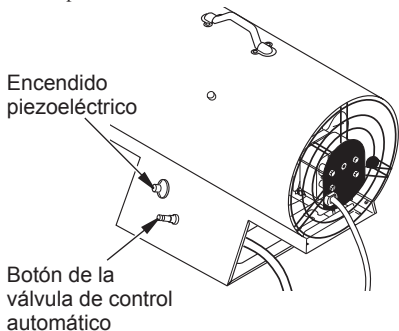

Figura 5 - Botón de la válvula de control automático y el encendido piezoeléctrico
- Presione y mantenga presionado el botón de la válvula de control automático (consulte la figura 5). Presione el botón del encendido piezoeléctrico (consulte la figura 5). Continúe presionando el botón del encendido hasta que se encienda el quemador. Cuando se encienda el quemador, mantenga la válvula de control automático presionada. Suelte el botón después de 30 segundos. Esto activará el sistema de control automático. *Nota:* si el calentador no se enciende, es posible que la manguera tenga aire en el interior. Si es así, mantenga presionado el botón de la válvula de control automático y espere 20 segundos. Suelte el botón de la válvula de control automático y espere 20 segundos a que el combustible que no se quemó salga del calentador. Repita este paso.